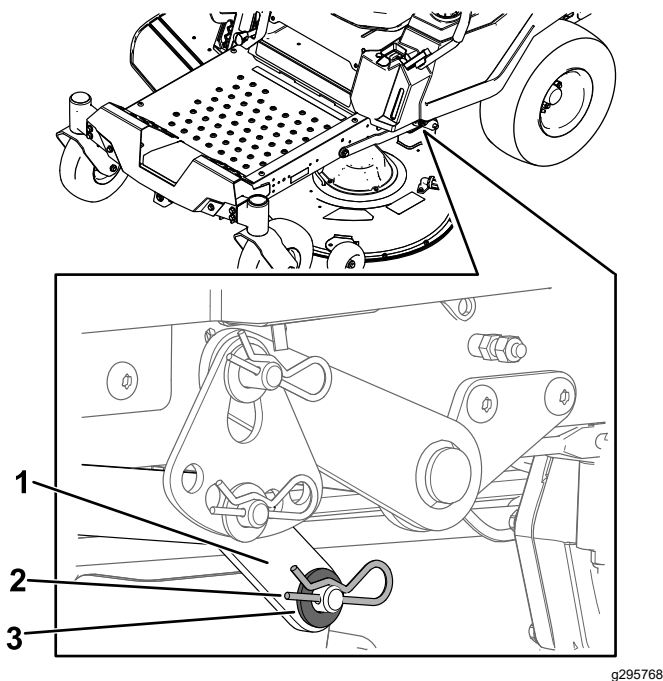

Figure 65
- D'un côté de la machine, retirez la rondelle et la goupille fendue de l'axe du tablier (Figure 65).
- Déposez le bras de levage de l'axe du tablier (Figure 65).
- D'un côté de la machine, soulevez l'arrière du tablier de coupe et installez le bras de levage sur l'axe du tablier (Figure 65).
- Installez le bras de levage avec la rondelle et la goupille fendue (Figure 65).